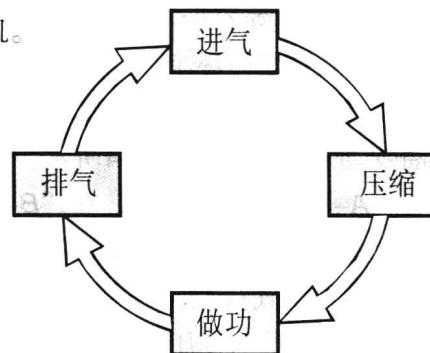

图1-2 发动机的循环
(1) 发动机在任何时间内，要产生动力，必须经过一定的工作程序，且此程序须连续不断、周而复始，称为循环。循环必须包含下列四个基本步骤，如图1-2所示。
(2) 所谓行程，是指上止点与下止点间的距离。